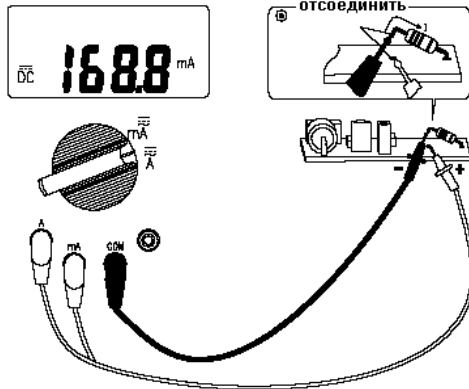

Рис.7.4
3. Синей функциональной клавишей выбрать режим измерения тока: постоянный (DC), переменный (AC).
4. Подключить измерительные провода последовательно с источником тока (рис.7.4).